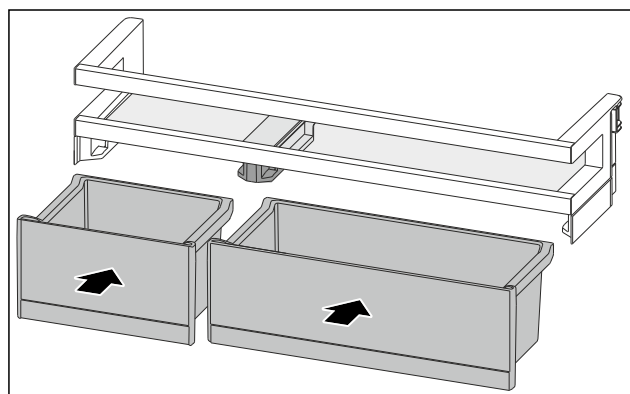

Fig. 153
- Sett inn VarioBoxer i endret anordning. (se Fig. 153)